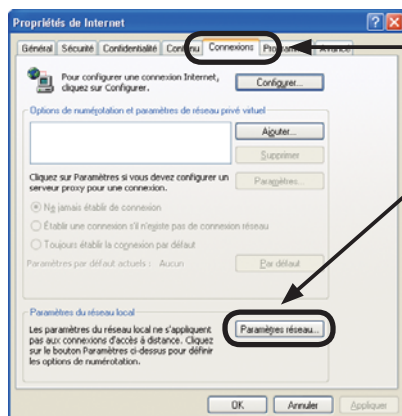

Fig. 2.2.3.b Fenêtre "Propriétés de Internet"
- 2) Cliquez sur l'onglet "Connexions" puis cliquez sur la touche **[Paramètres réseau]** pour ouvrir "Paramètres du réseau local". (Fig. 2.2.3.c)